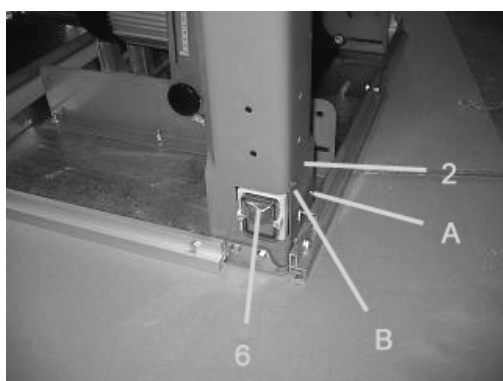

Fig. 2
- Montez la pièce 1 sur la pièce 2 (voir fig. 2) à l'aide de deux vis de guidage ST4.2x13.